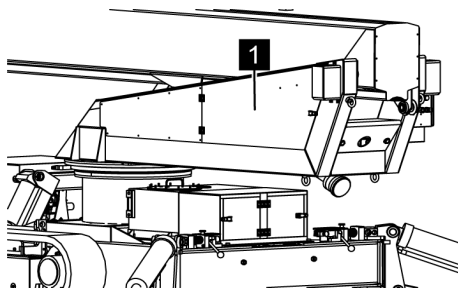

Fig. 104: Porte
3. ➔ *Ouvrir la porte (Voir la Fig. 104/1) dans le support du bras élévateur. Derrière il y a le chargeur.*